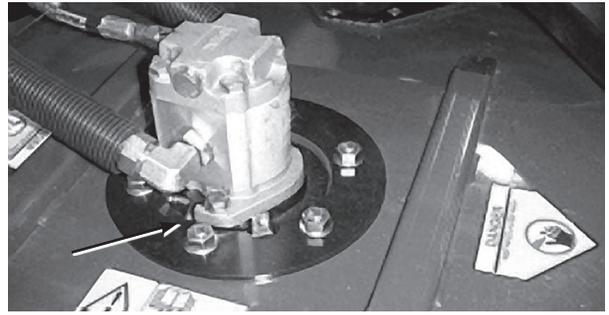

图 35
- カuttingユニットのスピンドル・シャフトのベアリング (各カuttingユニットに1ヶ所) (図35)。